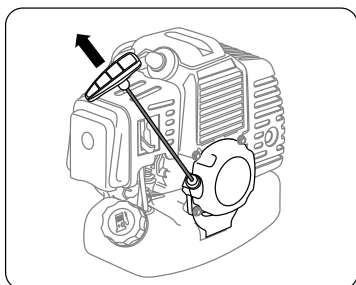

рис. 11
6. Придерживая триммер, плавно потяните рукоятку стартера до момента зацепления в механизме стартера. После чего энергично вытяните шнур на 50–60 см (рис. 11). Во избежание повреждения корпуса стартера не бросайте рукоятку стартера, плавно верните ее в исходное положение. Повторите данные действия 3–5 раз до первой вспышки топлива в двигателе. При этом двигатель заводиться не должен.
3. Плавнo потяните рукоятку стартера до момента зацепления в механизме и энергично вытяните шнур еще на 50–60 см. Во избежание повреждения корпуса стартера не бросайте рукоятку стартера, плавно верните ее в исходное положение. Повторите данные действия 2–3 раза, двигатель должен завестись (рис. 11).